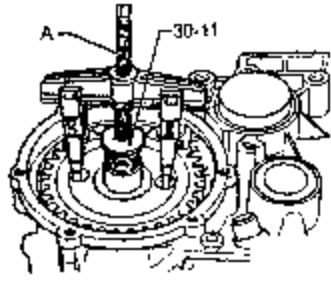

图 7-177 拔出输出齿轮
(5) 用专用工具 A (kukko 20-10 和 Matra V 172 拉钩) 拔出输出齿轮，如图 7-177 所示。